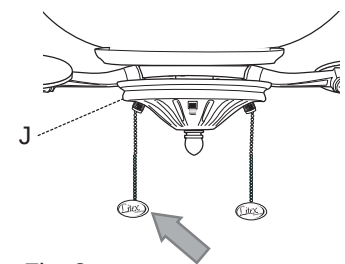

Fig. 2
2. Jale la cadena de encendido de la luz, etiquetada LUZ, para ENCENDER o APAGAR la luz. [Fig. 2]